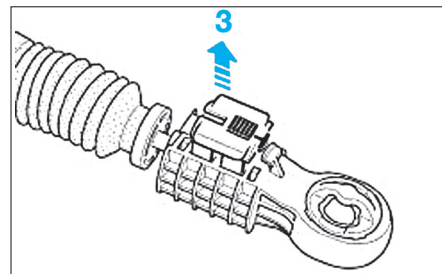

FIG. 16
- Déverrouiller le clip de réglage en (3) (à l'aide d'un tournevis) du câble de sélection de vitesses (Fig.16).